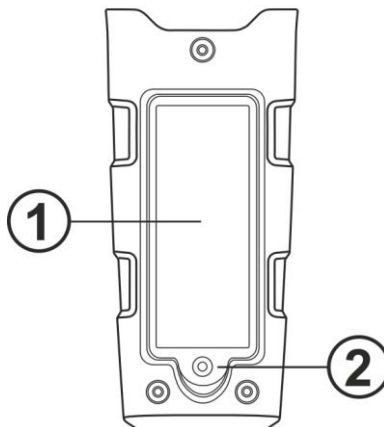

Fig. 4: Remplacement de la batterie
2. Dévisser la vis de fixation (voir Fig. 4 – partie 2) du couvercle du compartiment batterie (voir Fig. 4 – partie 1), enlever cette couverture et extraire les batteries